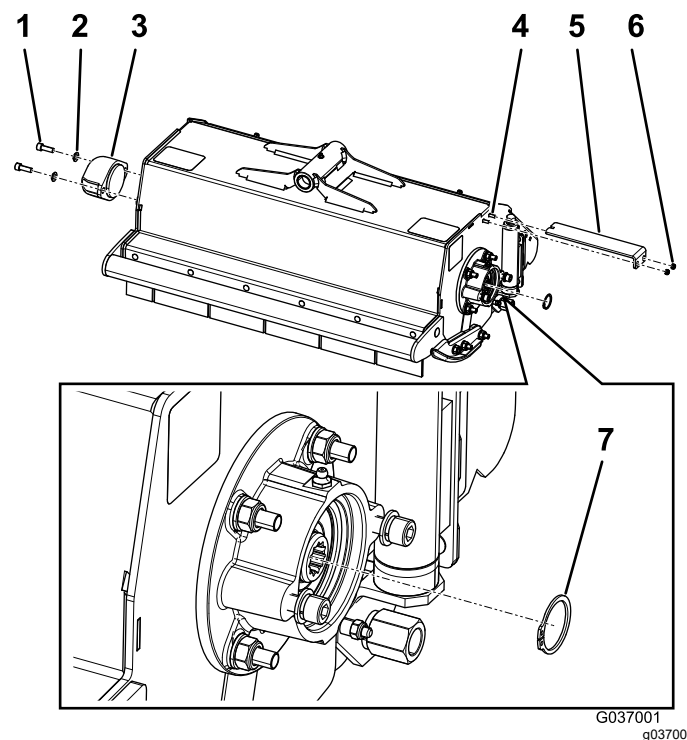

图 5
1. 卸下配重块图 5。
- 取下滚刀组左侧的卡簧图 5。
- 从非驱动侧卸下滚筒导轨图 5。